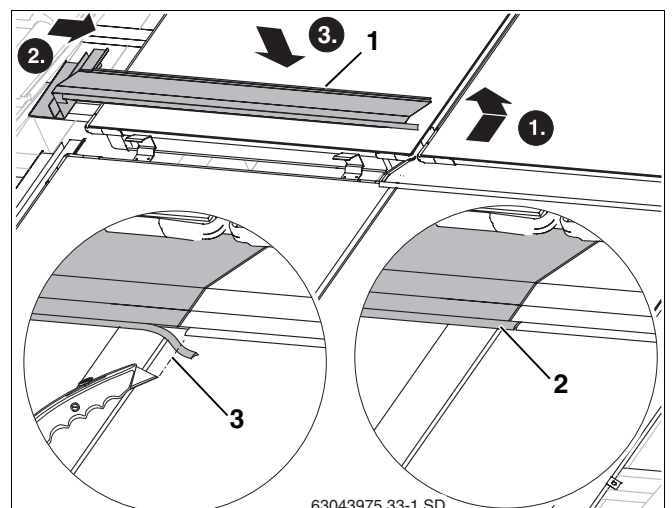

Fig. 54 Poser la tôle de recouvrement centrale gauche
- Poser l'équerre de la tôle de recouvrement gauche (fig. 54, **pos. 1**) comme pour la tôle droite dans la rainure du châssis du capteur.
- Couper la lèvres en caoutchouc (fig. 54, **pos. 3**) jusqu'à ce qu'elle touche la lèvres en caoutchouc de la tôle de recouvrement droite.
- Insérer la lèvres en caoutchouc de la tôle de recouvrement gauche sur la rainure de la tôle droite (fig. 54, **pos. 2**).
- Couper la lèvre en caoutchouc (fig. 54, **pos. 3**) jusqu'à ce qu'elle touche la lèvre en caoutchouc de la tôle de recouvrement droite.